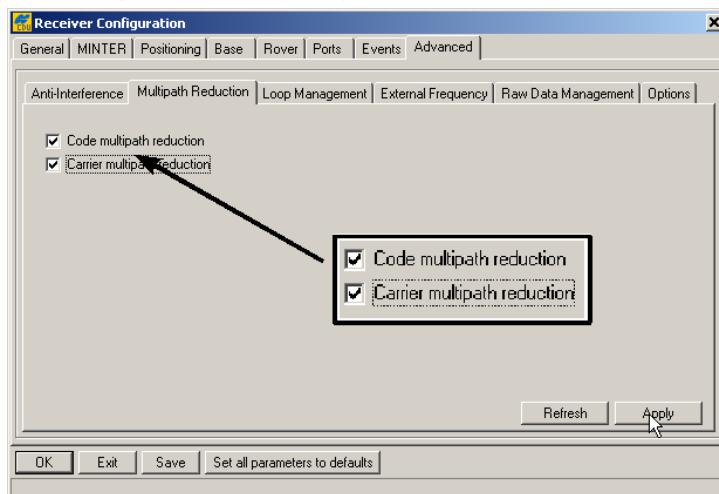

Рисунок 2-12. Настройка приемника – вкладка Advanced
4. Выберите вкладку *Advanced* (*Расширенные функции*), затем вкладку *Multipath Reduction* (*Подавление многолучевости*), выберите перечисленные ниже поля и щелкните на кнопке *Apply* (*Применить*) (см. рис. 2-12).